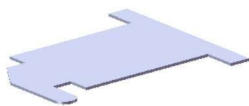
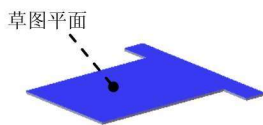
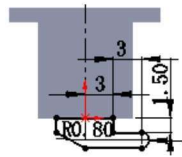

图 1.5 薄片
图 1.6 草图平面
图 1.7 横断面草图 2
Step3. 创建图 1.5 所示的钣金特征——薄片。选择下拉菜单 **插入(I)** → **钣金(B)** → **基体法兰(A)...** 命令 (或单击“钣金”工具栏上的“基体法兰/薄片”按钮); 选取图 1.6 所示的模型表面作为草图平面, 在草绘环境中绘制图 1.7 所示的横断面草图, 选择下拉菜单 **插入(I)** → **退出草图** 命令, 退出草绘环境, 此时系统自动生成薄片。